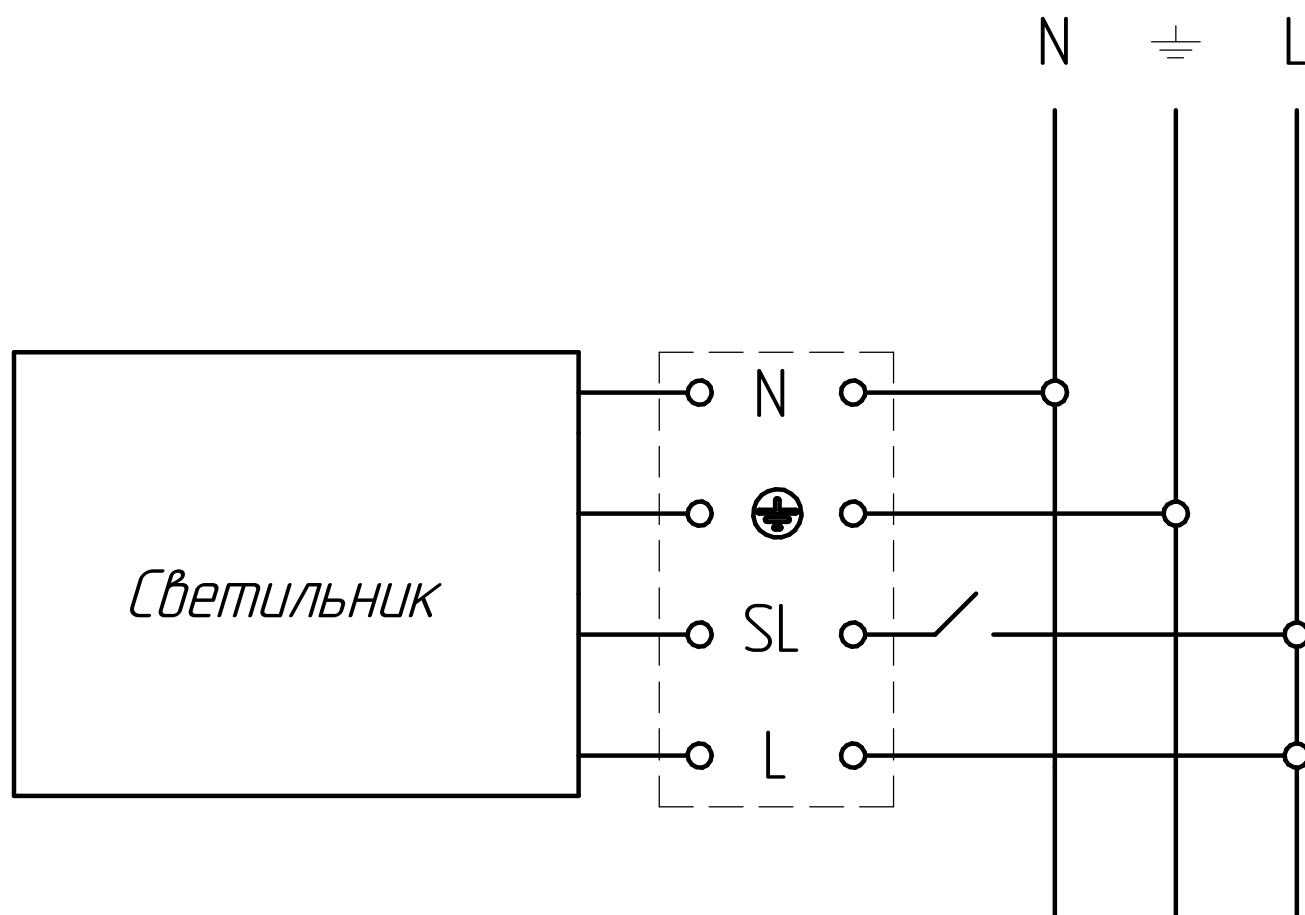

Рисунок 2 - Схема подключения светильника к электрической сети с БАП
5.4 Присоедините светильник к электрической сети (см. схему рис. 2).